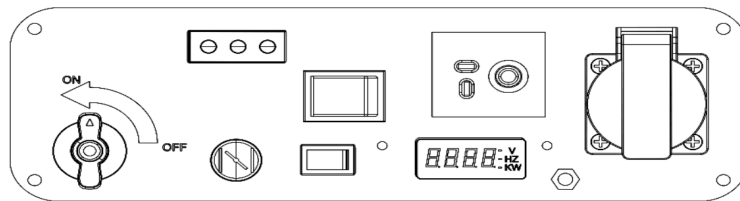

Abbildung 6. Drehknopf des Kraftstoffventils im geöffneten Zustand.
4.1 Öffnen Sie das Kraftstoffventil, siehe Abbildung 6.